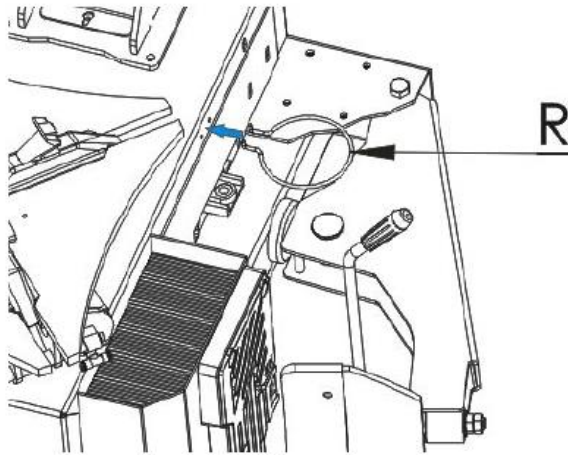

Abb. 9
- Wie in Abb. 9 zu sehen, stecken Sie die beiden Köpfe des Hängers R in die beiden entsprechenden $\varnothing 5$ Löcher an der rechten Seite der Säule rein. Vergewissern Sie sich, dass die Haken nach oben zeigen.